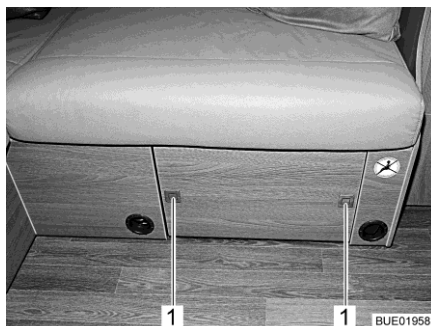

Bild 131 Couchtisch, verstaut
- Druckknöpfe (Bild 131,1) an der Sitzkastenblende drücken. Die Druckknöpfe springen heraus.
- Druckknöpfe (Bild 131,1) hineindrücken, bis sie einrasten.